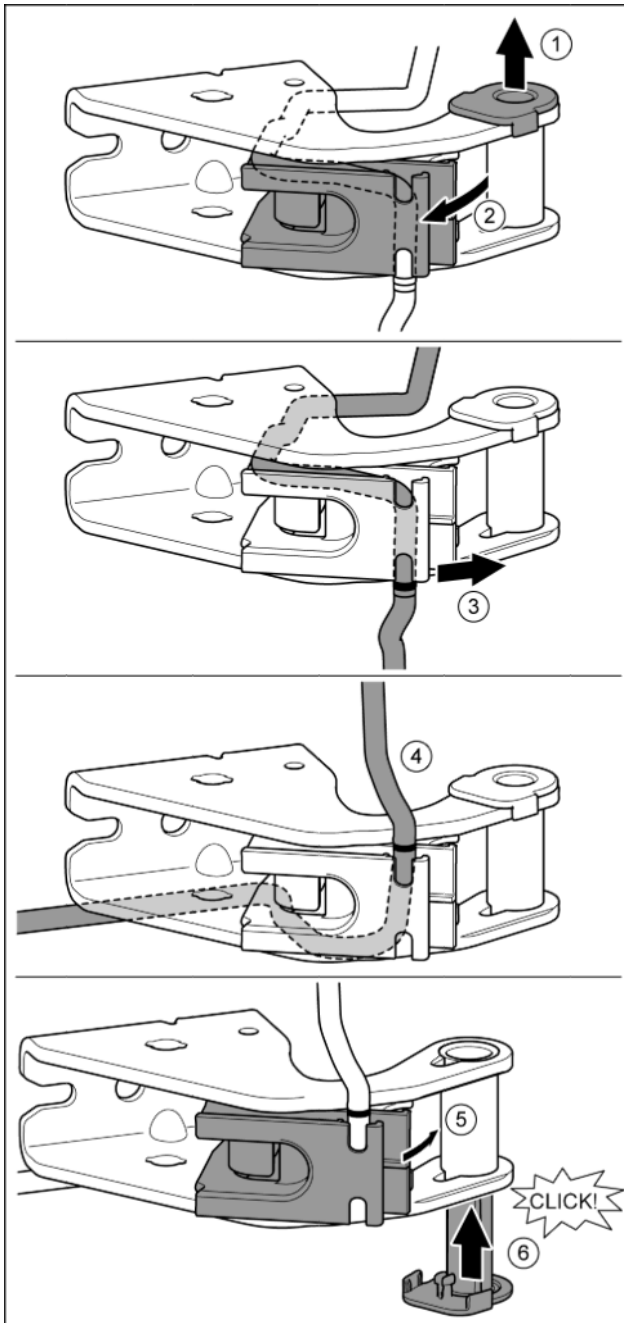

Fig. 28
- ▶ Опорную втулку вывести из направляющей. Fig. 28 (1)
- ▶ Отвести в сторону держатель кабеля. Fig. 28 (2)
- ▶ Высвободить кабель из направляющей. Fig. 28 (3)
- ▶ Вставить кабель, перевернув его в обратную сторону. Fig. 28 (4)
- ▶ Вернуть держатель кабеля в исходное положение. Fig. 28 (5)
- ▶ Установить и зафиксировать опорную втулку с другой стороны. Fig. 28 (6)